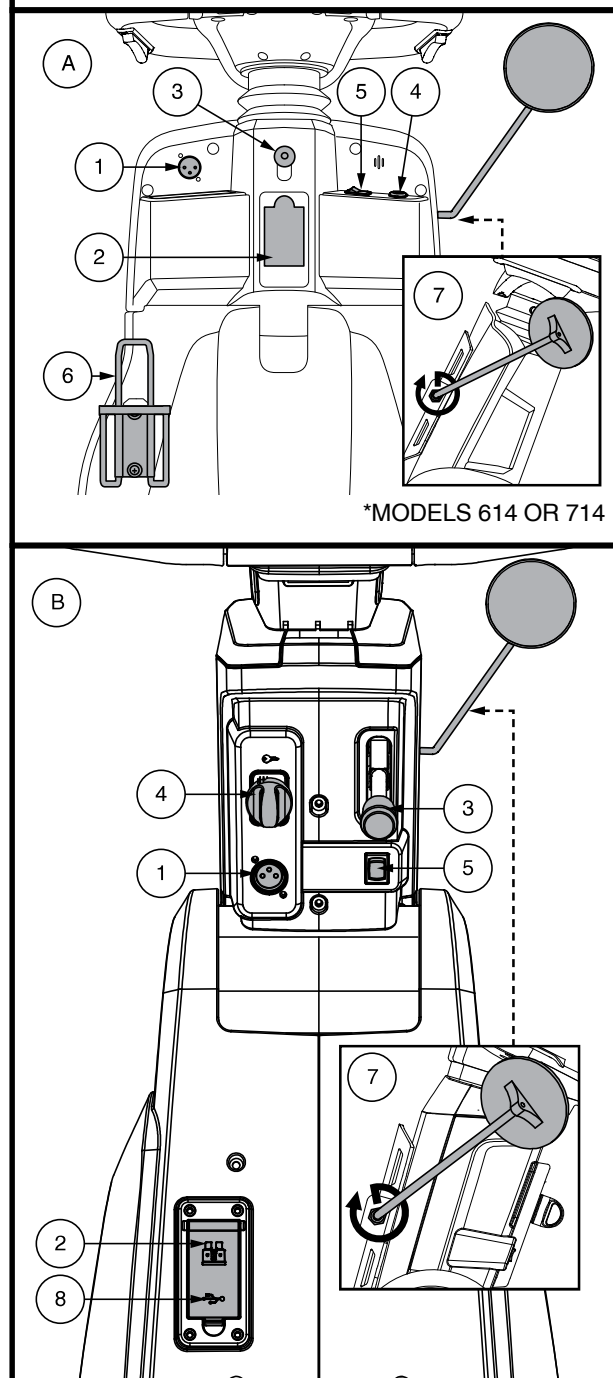

Figura 8. Componenti parte inferiore manubrio
Il cavo di alimentazione del caricatore esterno si collega a questa porta per caricare le batterie. La porta del caricatore esterno si trova sul manubrio. **Vedere figura 8.**
- Inserire la chiave nell'apposito interruttore e quindi ruotare in senso orario per alimentare (accendere) lo scooter. **Vedere figura 8.**
Questo selettore consente di stabilire quale leva dell'acceleratore (destra o sinistra) abilitare. **Vedere figura 8.**